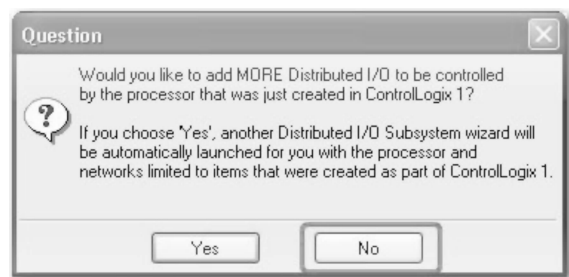

图 26-74 结束向导组态
30. 单击“否”(No)结束 DIO 创建循环,如图 26-74 所示。